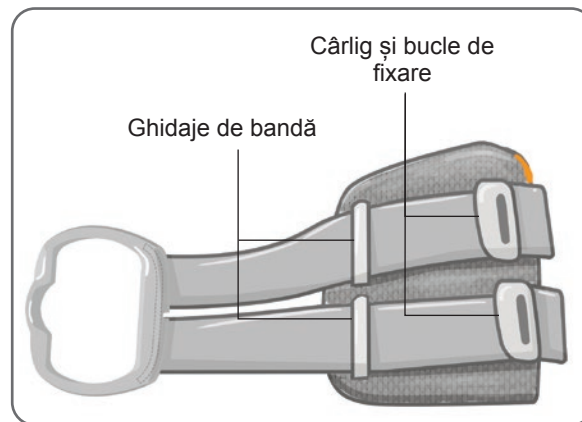

Figura 6-2: Bandă pentru jambieră Lower Leg atașată la jambiera Lower Leg normală
- Glisați banda prin ghidajele de bandă și cataramele de pe jambiera Lower Leg. Asigurați-vă că bucele de fixare și cârligul sunt orientate spre exteriorul jambierei Lower Leg. Apăsăți pe cârlig și bucele de fixare pentru a fixa banda. Consultați Figura 6-2.